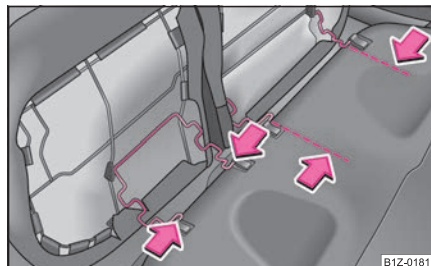

Fig. 68 Retirar las superficies de los asientos posteriores
- Presionar el estribo de alambre en sentido de la flecha ⇒ fig. 68 y sacar la superficie del asiento posterior de la fijación.